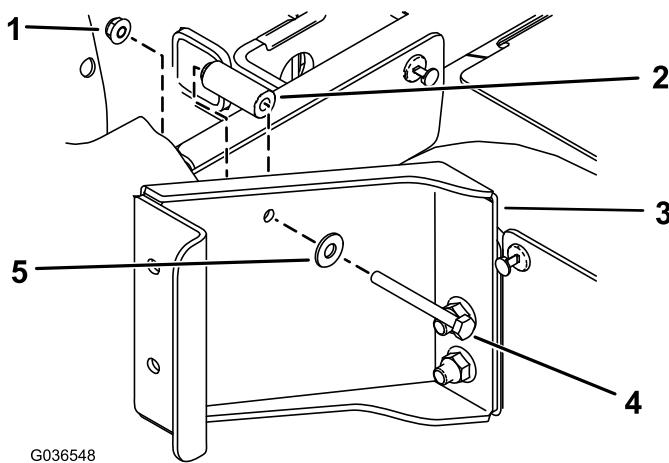

Figure 2
- C. Fixez le support derrière le socle du siège arrière à l'aide de 1 boulon à embase hexagonale (1/4" x 2-1/2"), 1 rondelle plate (5/16"), 1 entretoise (9/32" x 5/8") et 1 écrou à embase (1/4"), comme montré à la Figure 2.